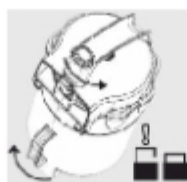

Рис. 14
3. Чтобы разблокировать крышку пылесборника, поверните ее и контейнер как показано на (рис. 14).